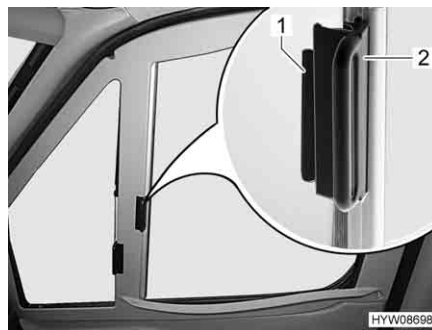

Fig. 42 Tendina oscurante pieghevole (finestrino del conducente/passeggero)
- Con la levetta (Fig. 42,2) tirare le tendine oscuranti pieghevoli per il finestrino del guidatore e del passeggero verso l'altro lato della finestra e congiungerle alle strisce magnetiche.
- Inserire fino all'arresto le tendine oscuranti pieghevoli per il finestrino del guidatore e del passeggero per la maniglia (Fig. 42,2).
- Spingere la maniglia (Fig. 42,2) fino al sopralzo (Fig. 42,1).